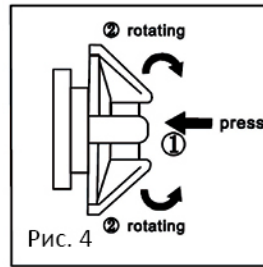

Рис. 4
6.8.1 Для зміни діаметра стрічки натисніть шестірню, що обертається в стрічці таким чином, щоб можна було регулювати стрічку. Маховик у стрічці має функцію автоблокування. Не варто через силу обертати маховик, щоб уникнути пошкодження шестірні (рис. 4).